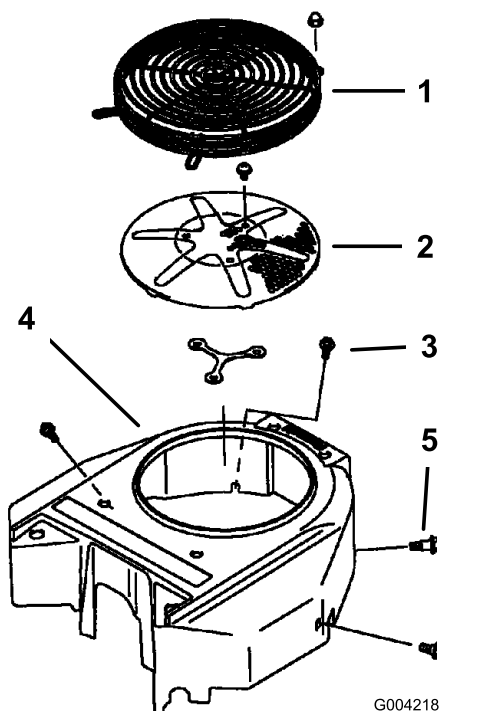

Figura 54
Prima dell'uso, eliminate erba, morchia ed altri detriti accumulatisi sulla griglia del motore. In questo modo garantirete un'adeguata ventilazione e una corretta velocità del motore e ridurrete la possibilità di surriscaldamento e danni meccanici al motore (Figura 54).
3. Rimuovete la griglia della presa d'aria, l'avviatore autoavvolgente e la sede della ventola (Figura 54).
5. Installate la griglia della presa d'aria, l'avviatore autoavvolgente e la sede della ventola (Figura 54).